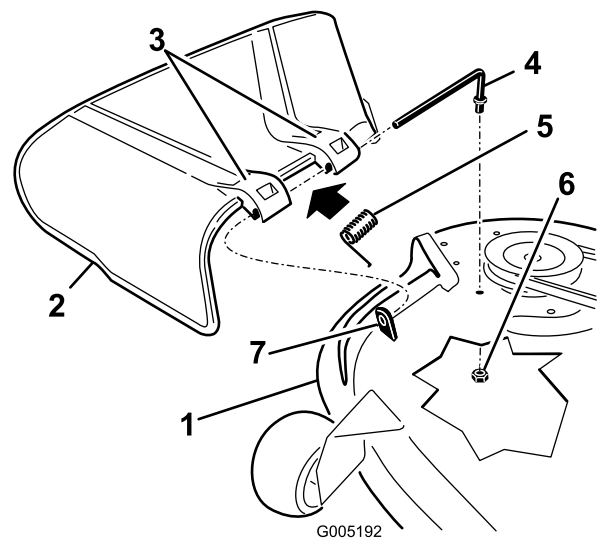

Figura 47
1. Localice los elementos mostrados en la Figura 47.
2. Retire la tuerca (3/8 pulg.) de la varilla (debajo del cortacésped) (Figura 47).
3. Retire la varilla del espaciador corto, del muelle y del deflector de hierba (Figura 47). Retire el deflector de hierba dañado o desgastado.
4. Vuelva a colocar el deflector de hierba (Figura 47).
6. Coloque el muelle sobre la varilla, con los extremos de los alambres hacia abajo, y entre los soportes del deflector de hierba. Deslice la varilla por el segundo soporte del deflector de hierba (Figura 47).
7. Introduzca la varilla, en la parte delantera del deflector de hierba, por el espaciador corto de la plataforma. Fije el extremo trasero de la varilla en el cortacésped con una tuerca (3/8 pulg.) (Figura 47).